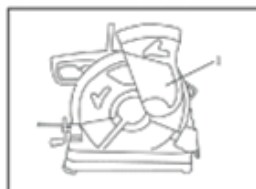

Fig1
Fig. 1 cubierta de la guarda de protección
1. Instale el disco de corte, levante la cubierta de la guarda de protección y luego coloque en orden sucesivo el disco de corte, la arandela externa, la arandela pequeña y el tornillo de cabeza hexagonal en el eje. Presione el bloqueo del eje para que el disco no pueda girar y utilice una llave tubo para apretar el tornillo de cabeza hexagonal haciéndolo girar en el sentido de las agujas del reloj; luego desbloquee el eje para que vuelva a la posición original (Fig. 1 y 2)